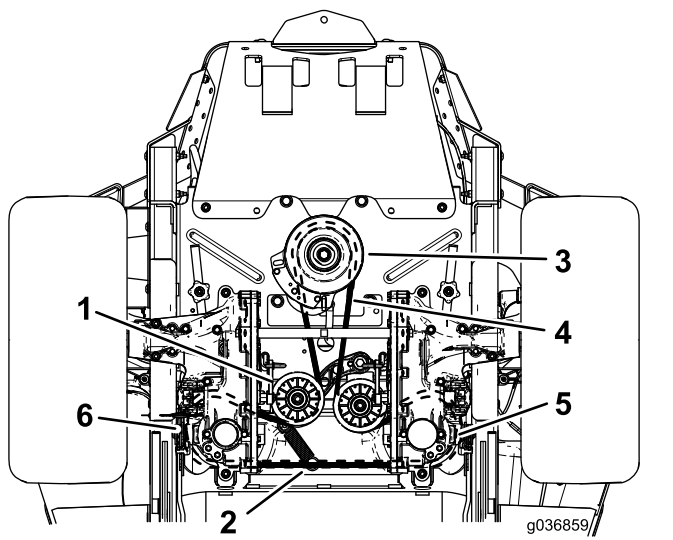

Figura 102
4. Levante la máquina y apóyela sobre gatos fijos (Figura 102).
6. Retire el muelle tensor del espárrago (Figura 102).
8. Instale la correa nueva alrededor de la polea del motor y de las 2 poleas de la bomba hidráulica (Figura 102).